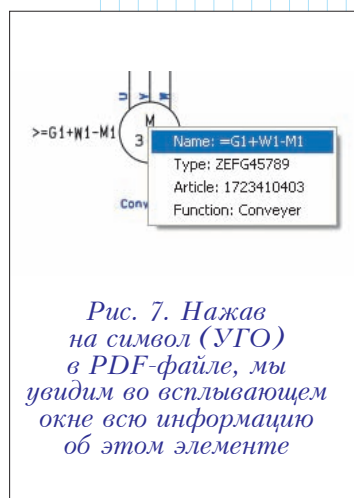

Рис. 7. Нажав на символ (УГО) в PDF-файле, мы увидим во всплывающем окне всю информацию об этом элементе
- получать информацию об элементе во всплывающем окне (рис. 7).